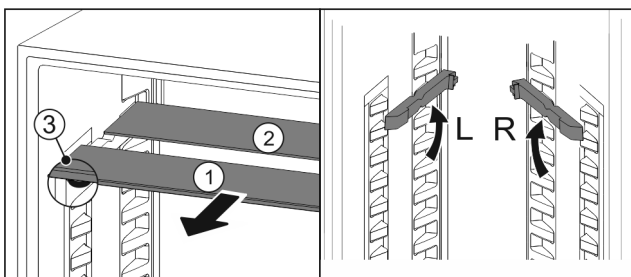

Fig. 21
- ▶ Sortir les tablettes par l'avant Fig. 21 (1).
- ▷ La tablette en verre Fig. 21 (1) avec bordure décorative est située à l'avant.
- ▷ Les butées Fig. 21 (3) sont orientées vers le bas.